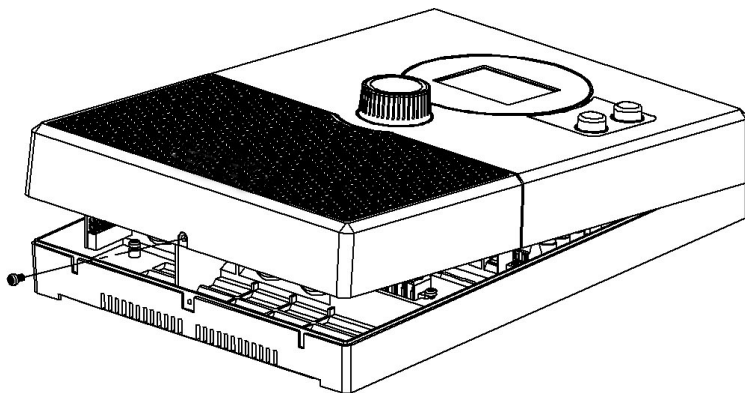

Fig.2 Retirar la tapa de la carcasa
2. Retire con un destornillador el tornillo de la carcasa **C** y levante la tapa de la carcasa por el lado inferior (véase la **Fig.2**).